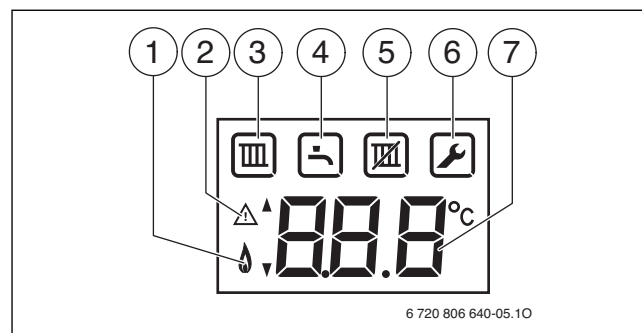

Рис. 27 Показания на дисплее
- Откройте автоматический воздушный клапан (оставьте открытым) (→ рис. 27, [10], стр. 19).